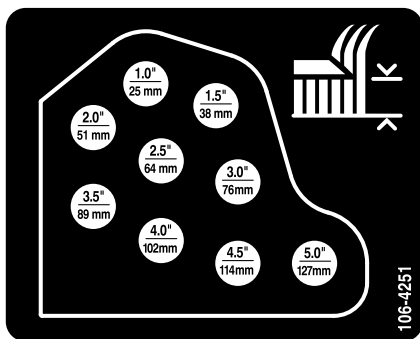

Figure 21
11. Montez les chaînes de hauteur de coupe dans le trou correspondant à la hauteur de coupe voulue à l'aide de l'axe de chape et de la goupille fendue (Figure 21).